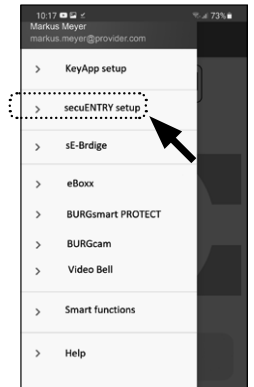

Abb. 6
- Tippen Sie auf den Menüpunkt „*secuENTRY setup*“ (Abb. 6).